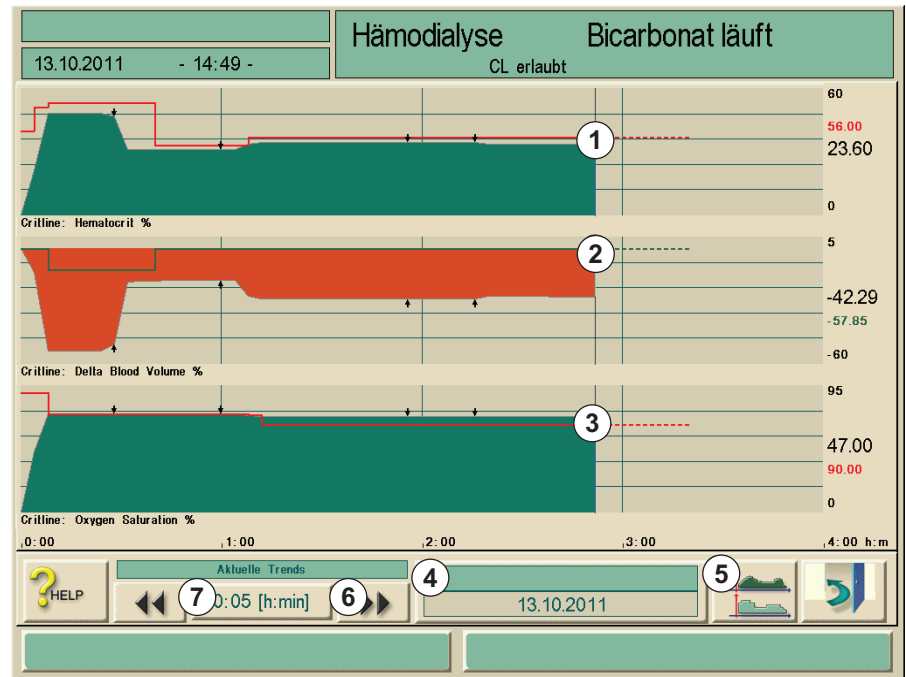

Abb. 11-35 Crit-Line Trends
Die Grenzwerte von Hämatokrit und Delta BV werden ebenfalls angezeigt. Der HCT-Grenzwert (1) entspricht dem eingestellten Wert in Abb. 11-35, der BV-Grenzwert (2) errechnet sich aus dem HCT-Startwert und dem HCT-Grenzwert. Linie 3 zeigt den Grenzwert der Sauerstoff-Sättigung.